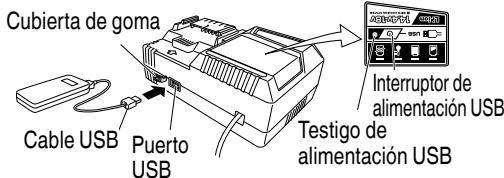

Fig. 8
(2) Encienda el enchufe de alimentación USB (Fig. 8)
(3) Conecte el cable USB. (Fig. 8)
- Apague el interruptor de alimentación USB y desenchufe el cable de alimentación de la toma de alimentación eléctrica. (Fig. 8)
7. Compruebe el botón pulsador. Cerciórese de que el botón pulsador esté desenganchado presionándolo dos o tres veces antes de conectar la alimentación de la amoladora. (Fig. 8)